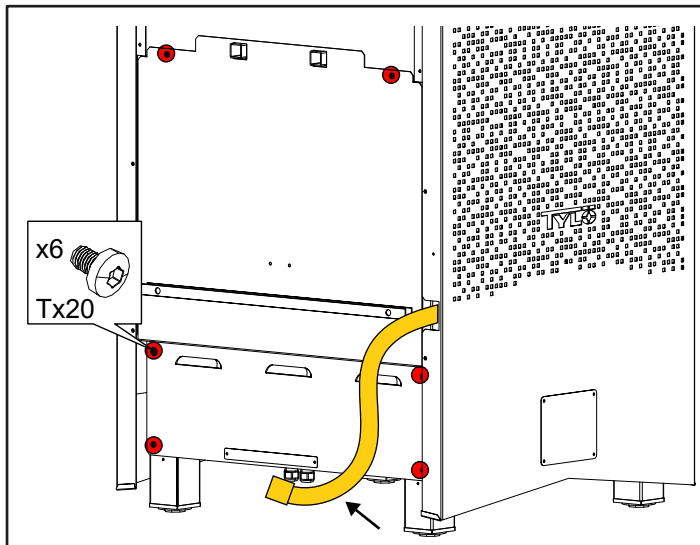

Fig 9: Lyft ut LED och skruva av luckan
3. Lyft ur LED-slangen, se fig 9
4. Lossa skruvarna på luckan, se Fig 9.
10. Sätt tillbaka luckan och skruva i skruvarna (se Fig 9).